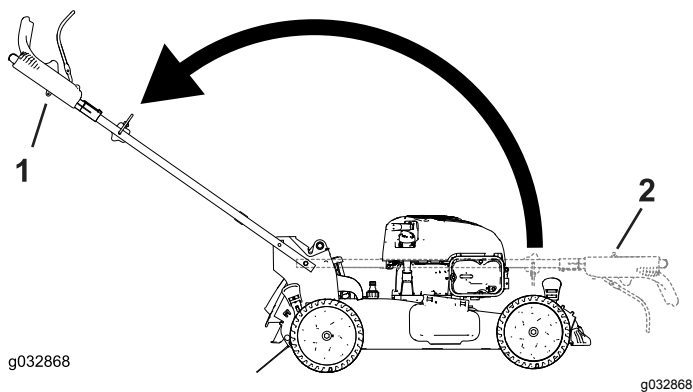

Bild 5
3. Klappen Sie den Holm in die Betriebsstellung auf, indem Sie ihn nach hinten drehen (Bild 5).